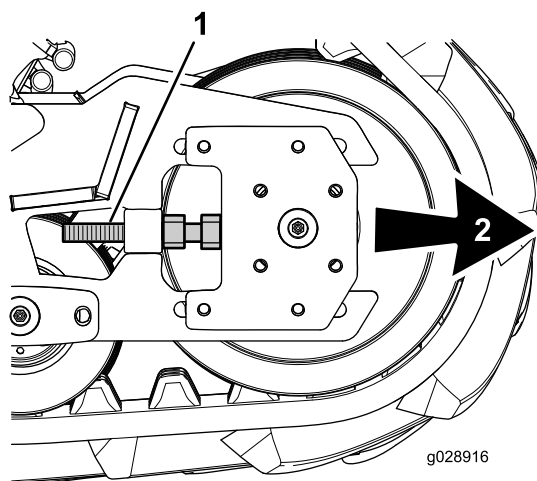

Figura 19
1. Mueva el ajustador de oruga del lado donde la oruga se desplaza de las ruedas mediante el giro del ajustador de oruga hacia afuera 6 mm (1/4"); consulte Figura 19.